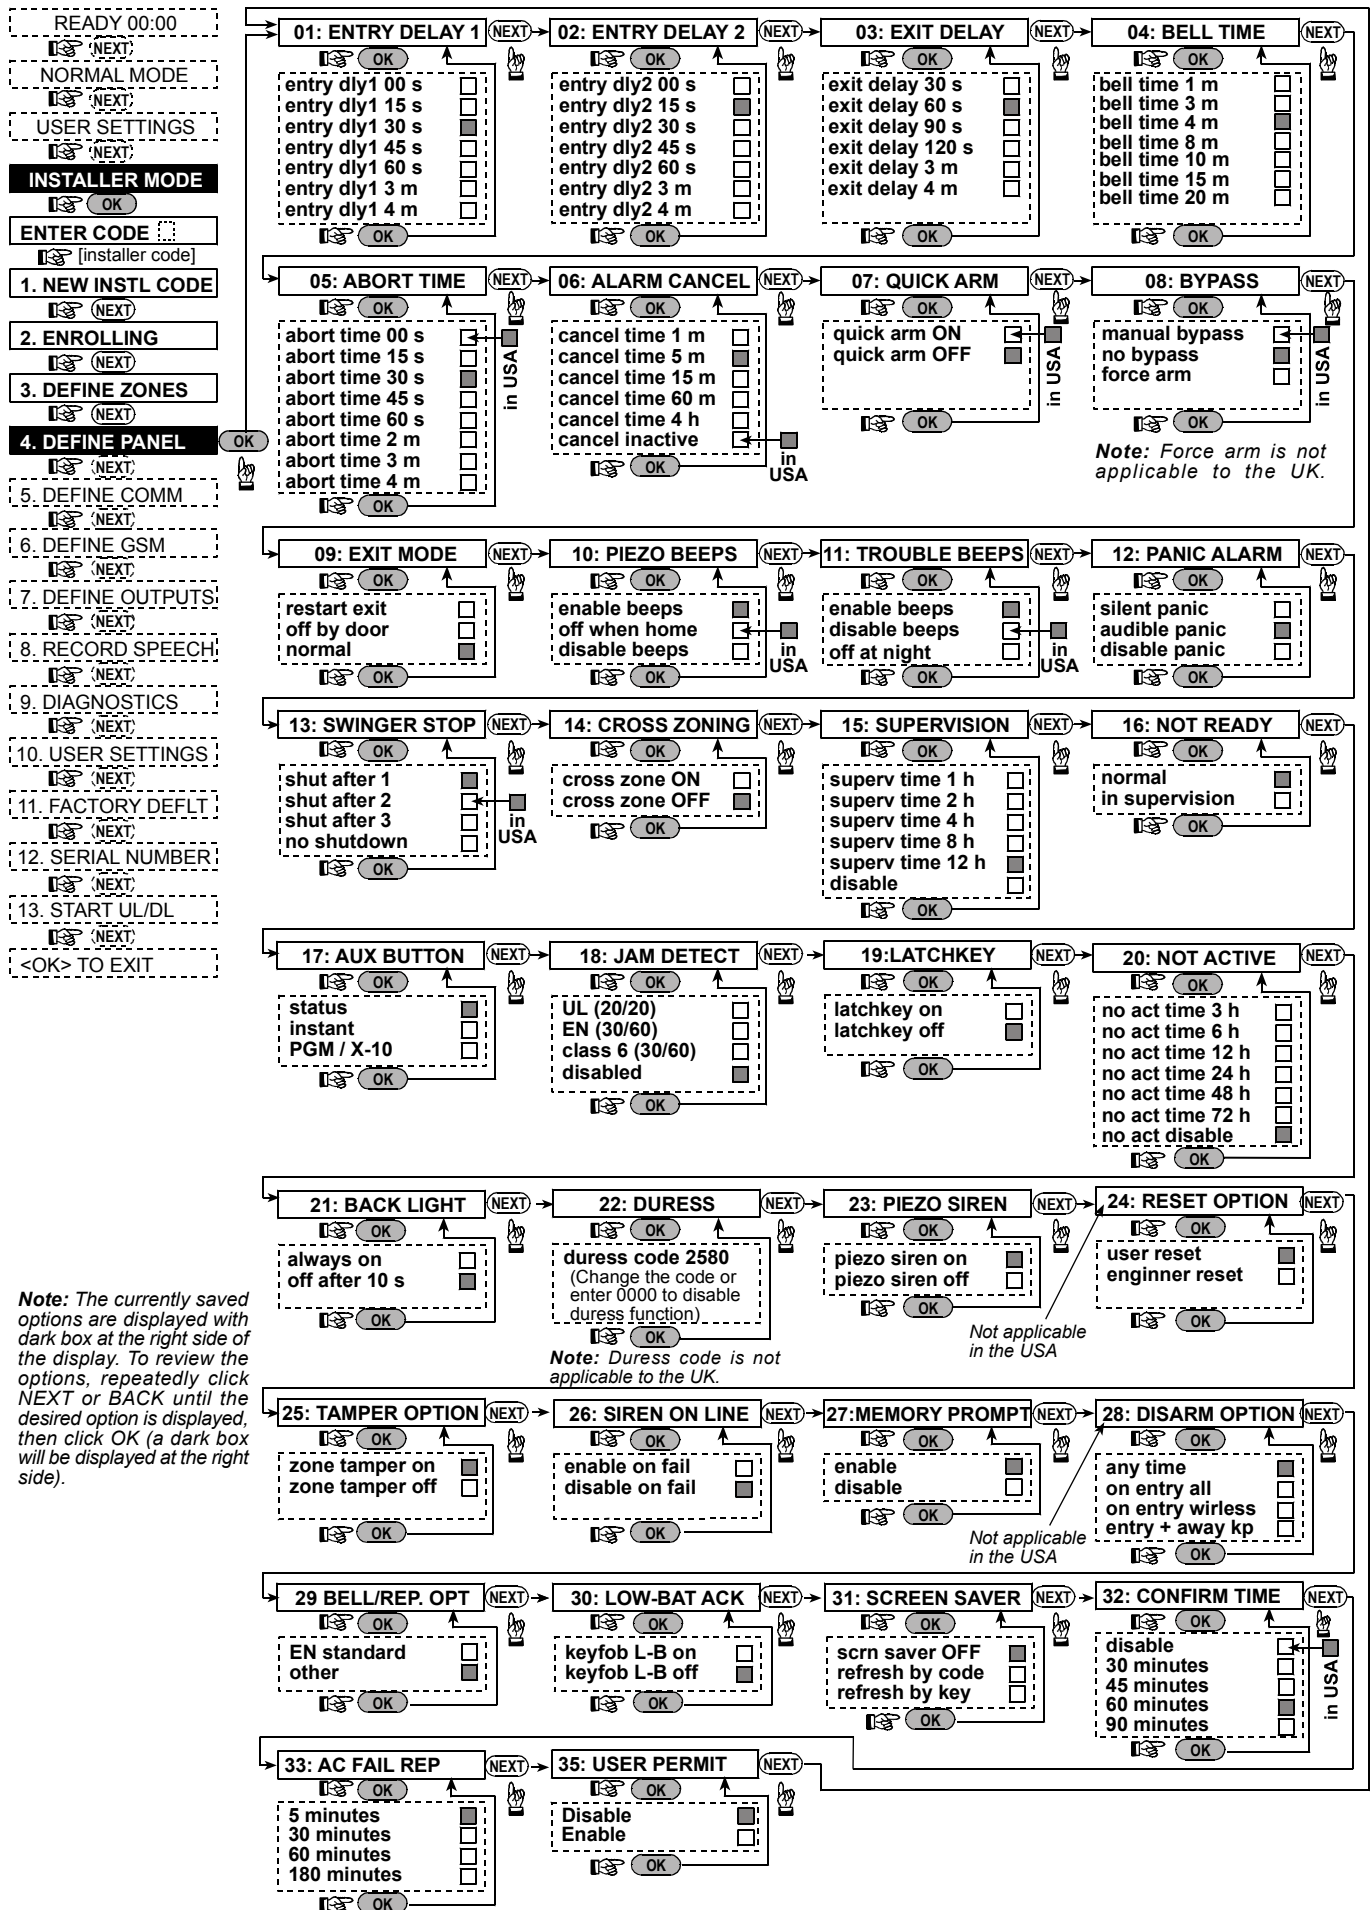

图 4.4 - 定义主板流程图
4.4.10 蜂鸣器提示 (图. 4.4, 位置10)
4.4.11 故障提示 (图. 4.4, 位置 11)
4.4.12 紧急报警 (图. 4.4, 位置12)
4.4.13 报警事件停止 (图. 4.4,位置 13)
4.4.14 交叉防区 (图. 4.4, 位置 14)
4.4.15 无线监控 (图. 4.4,位置 15)
4.4.16 未准备就绪 (图. 4.4, 位置16)
4.4.17 AUX 按钮 (图. 4.4, 位置 17)
4.4.18 频道阻塞检测 (图. 4.4, 位置18)
4.4.19 碰匙功能 (图. 4.4,位置 19)
4.4.20 “无活动报警” (图. 4.4, 位置 20)
4.4.21 键盘背光 (图. 4.4, 位置 21)
4.4.22 防胁迫 (图. 4.4, 位置 22)
4.4.23 内部警号(图. 4.4, 位置 23)
4.4.24 重置选项 (图. 4.4, 位置 24)
4.4.25 防拆选项 (图. 4.4, 位置25)
4.4.26 电话线与警号关联 (图. 4.4, 位置 26)
4.4.27 事件记忆提示(图. 4.4, 位置27)
4.4.28 撤防选项 (图. 4.4, 位置 28)
4.4.29 警号/报告选项 (图. 4.4, 位置 29)
4.4.30 低电池电压提示 (图. 4.4, 位置 30)
4.4.31 屏幕保护程序 (图. 4.4, 位置 31)
4.4.32 报警确认 (图. 4.4, 位置 32)
4.4.33 交流电故障报告 (图. 4.4, 位置 33)
4.4.35 用户允许 (图. 4.4, 位置 35)